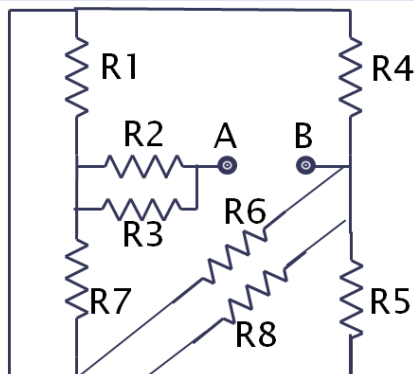

Figura 3 – Conexión de resistencias
4) Calcula la resistencia equivalente entre los puntos A y B de la figura 3.
C) Realiza conexión de resistencias de la figura 3 (asocia el valor de resistencia que desees de entre las que tengas).